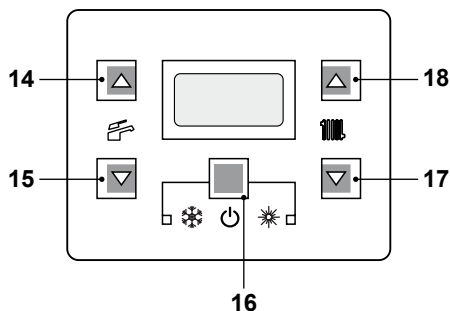
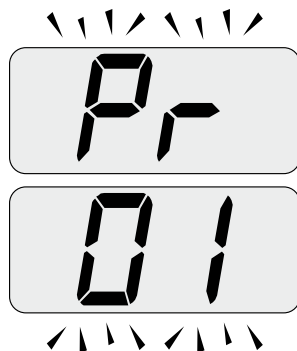
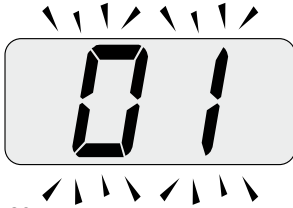

Figura 9.21
Figura 9.22
Figura 9.23
- Entre en la "modalidad de programación" pulsando simultáneamente durante 10 segundos los botones 16 - 17 - 18 (Figura 9.21) hasta que aparezcan en la pantalla LCD las letras **Pr** alternadas con el código **01**, que indican la entrada en el "parámetro 01"(Figura 9.22).
- Pulse simultáneamente los botones 16 y 18 (Figura 9.21) hasta que aparezca en la pantalla LCD el valor del parámetro 01 (Figura 9.23) (01=Myto Condens 24 o 03=Myto Condens 35).
- Pulsando simultáneamente los botones 16 y 17 (Figura 9.21) se sale sin modificar el valor (se vuelve a la lista de parámetros Figura 9.22)
- Pulsando simultáneamente durante 10 segundos los botones 16 - 17 - 18 (Figura 9.21) se sale de la "modalidad de programación".